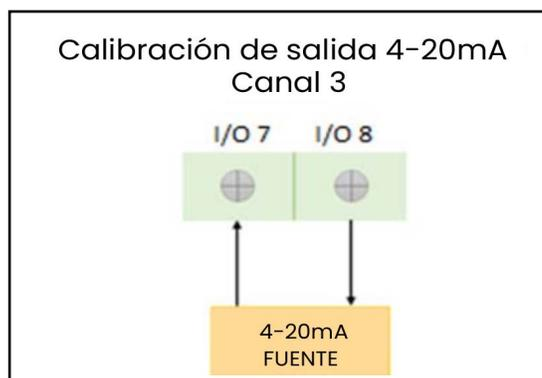

Figura 40: Opción E/S Conexiones de entrada analógica
1. Conecte la entrada analógica como en *Figura 40*.